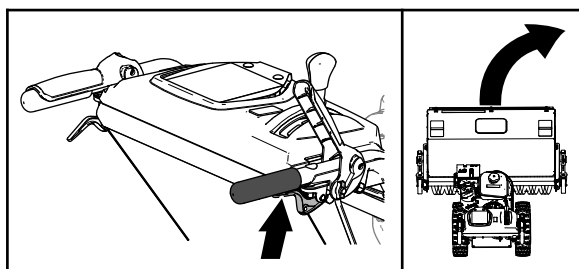

Figura 17
- Per svoltare a destra, premete la leva di trasmissione della trazione e premete la leva della frizione ruota destra (Figura 17).